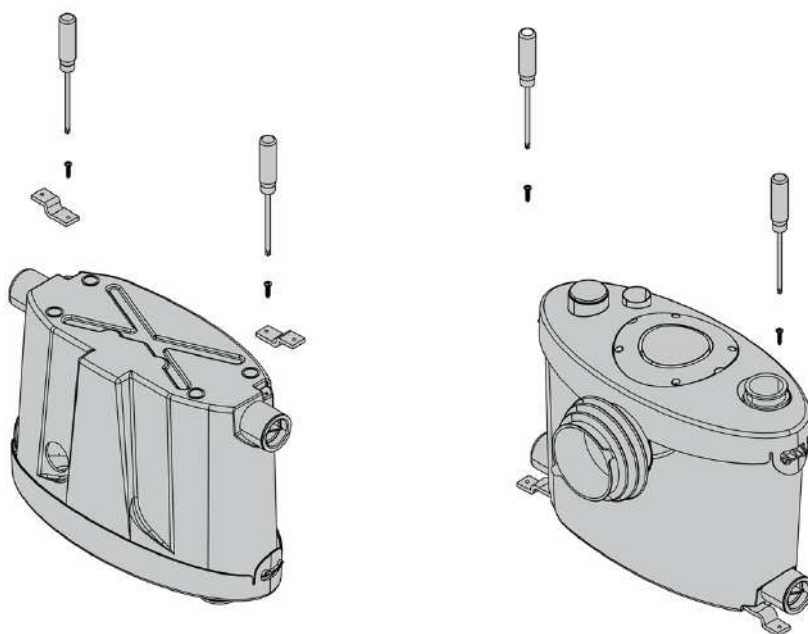

Рисунок 3 – крепление КНС
При установке КНС убедитесь, что она размещена на плоской и ровной поверхности. Используйте строительный уровень для проверки её положения в горизонтальной и вертикальной плоскостях, затем надежно закрепите КНС на полу с помощью пластин крепления, чтобы избежать возможность случайного смещения, поворота или падения (см. рисунок 3).
- а) установите пластины крепления в углубления на дне корпуса станции и затяните их винтами (см. рисунок 3);